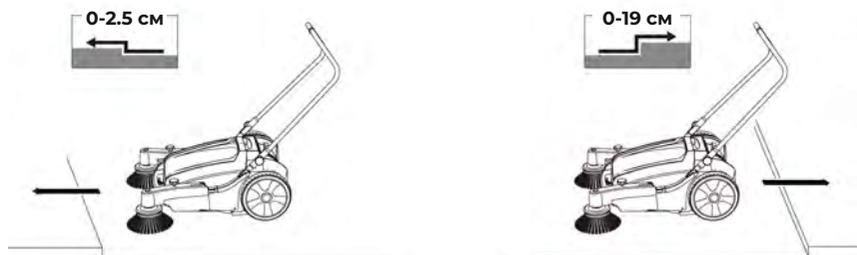

Рис. 11
4. Рабочая поверхность должна быть достаточно ровной, а перепад высот не должен превышать 2.5 см, в противоположном же направлении движения должен составлять не более 19 см (рис. 11).